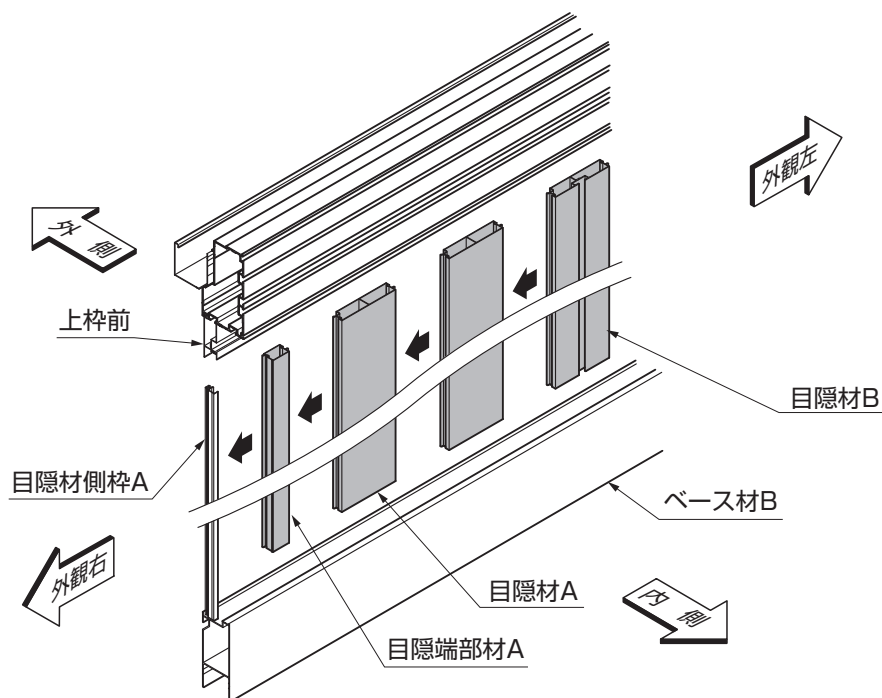

図5-1 目隠材の取付け
- ①目隠端部材Aを目隠材側枠Aにはめてください。(図5-1参照)
- ②目隠端部材Aに目隠材Aをはめてください。(図5-1参照)
- ③各サイズごと、目隠材A・目隠材Bをはめてください。